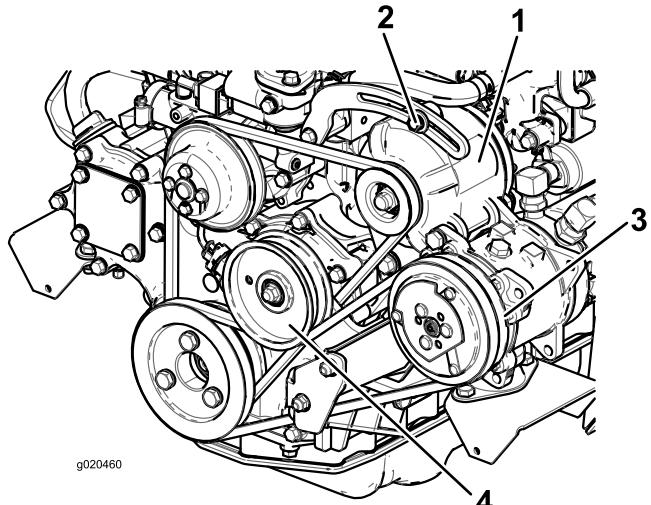

Bild 82
Lockern Sie bei einer Durchbiegung von mehr oder weniger als 10 mm die Befestigungsschrauben der Lichtmaschine (Bild 82).
Prüfen Sie den Zustand und die Spannung des Riemens (Bild 82) alle 100 Betriebsstunden.
2. Lockern Sie bei einer Durchbiegung von mehr oder weniger als 10 mm die Befestigungsschraube der Spannscheibe (Bild 82). Erhöhen oder reduzieren Sie die Spannung der Kompressor-Riemenspannung und ziehen Sie die Schraube fest. Prüfen Sie die Riemenspannung noch einmal auf korrekte Einstellung.